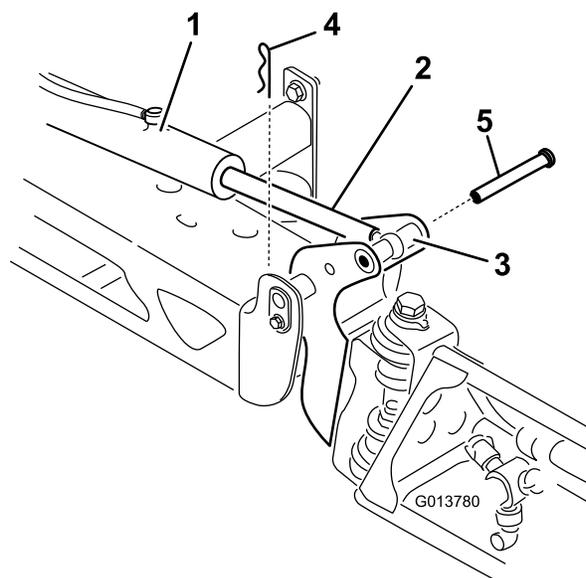

图65
2. 从枢轴销（图65）上拆下开口销。
3. 向上提起喷洒臂，拆下柱销（图65），然后将喷洒臂慢慢放到地面上。
7. 支撑住喷洒臂的同时，将柱销插入喷洒臂枢轴和提升器杆（图65）。